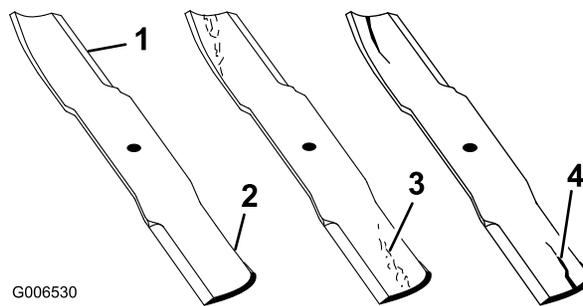

Figure 89
1. Examinez le tranchant des lames (Figure 89). Si les lames coupent mal ou présentent des indentations, déposez-les et aiguisiez-les; voir Aiguisage des lames.
2. Inspectez les lames, surtout la partie relevée (Figure 89). Remplacez immédiatement toute lame endommagée, usée ou qui présente une entaille (Figure 89).